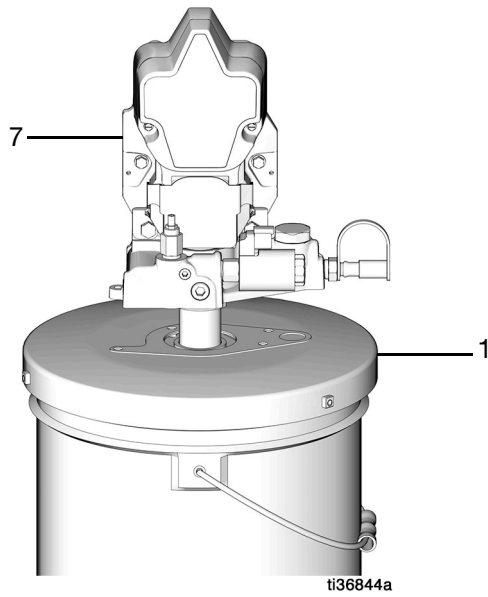

图 8
8. 将泵 (7) 安装在桶盖的上部，将其穿过垫片和桶盖 (1) (图 8)。